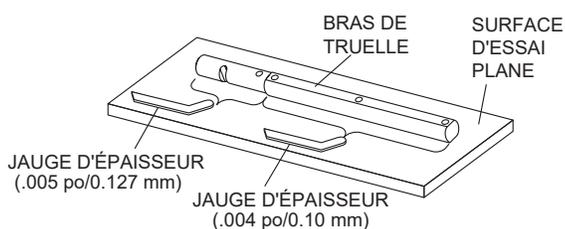

Figure 55. Vérification de la planéité du bras de truelle
2. Vérifier chacun des six côtés du bras de truelle (section hexagonale). Une jauge d'épaisseur de 0,004 po. (0,10 mm) ne doit pas passer entre le plat du bras de truelle et la surface la plus longue de sa longueur sur la surface la plus haute (figure 55).